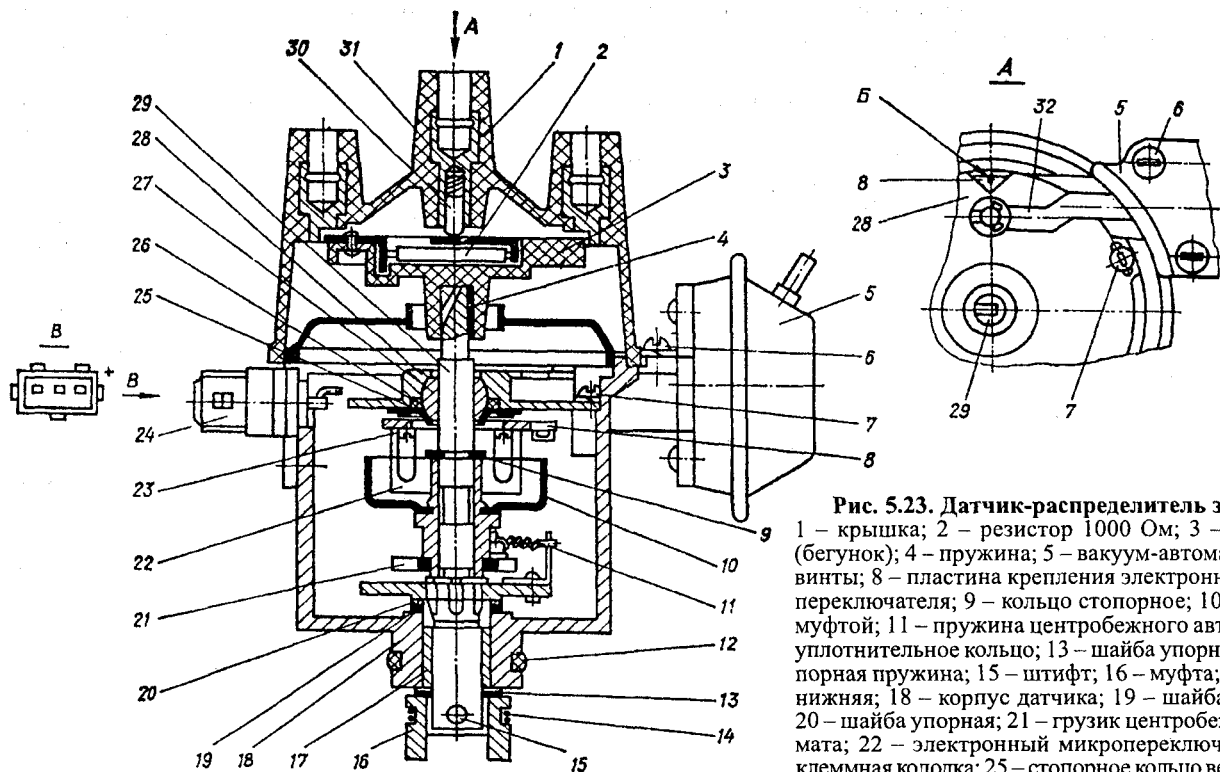

Рис. 5.23. Датчик-распределитель зажигания:
- (для облегчения посадки хвостовика распределителя нужно слегка смазать уплотнительное кольцо маслом) вынуть муфту 16 (см. рис. 5.23) датчика-распределителя зажигания меньшим сектором вверх, при этом камера вакуум-регулятора должна находиться со стороны маховика, а ось штекера электронного микропереключателя под углом 40° к продольной оси двигателя;